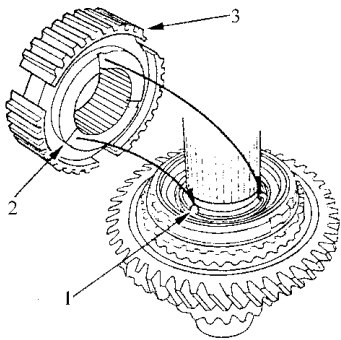

图 4-89 安装 1/2 档同步毂
- 3) 如图 4-89 所示，将摩擦减振器上的指针与 1/2 档同步毂上的槽对齐，然后，将 1/2 档同步毂安装到轴上。